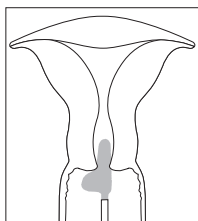

Fig. 1
3. Hold i skaffet af FLOQSwabs®, indsæt pødepindens spids (den lange del af "L'et" inde i livmoderhalskanalen, mens den bredere del af pødepinden (den korte del af "L'et" holdes udenfor. Se fig. 1